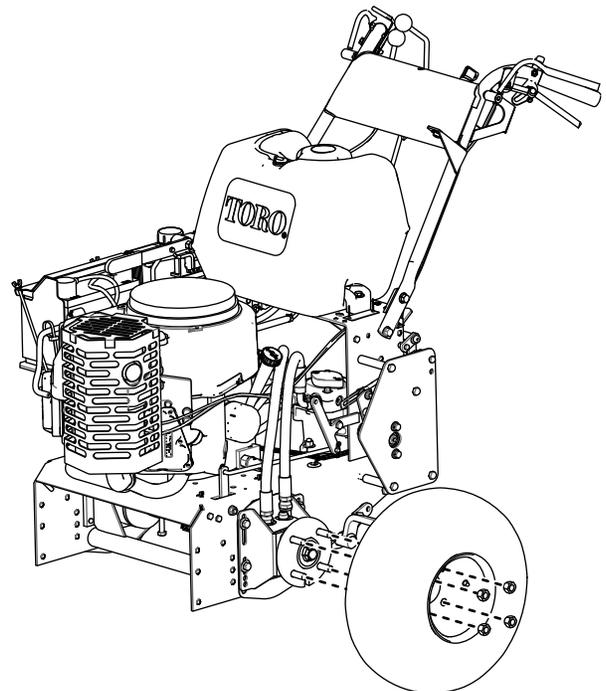

Figure 1
4. Retirez les 4 écrous de roue qui fixent les deux roues au groupe de déplacement (Figure 1).
5. Déposez les roues (Figure 1).